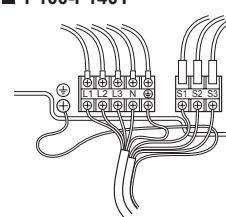

Fig. 6-2
### 6.1. Unidade exterior (Fig. 6-1, Fig. 6-2)
- Ligue os cabos consultando a Fig. 6-1 e a Fig. 6-2.